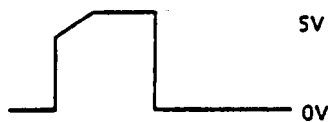

Abbildung F-2
- JA Ist das Reset-Signal (RST) an Q3 wie in Abbildung F-2 ?